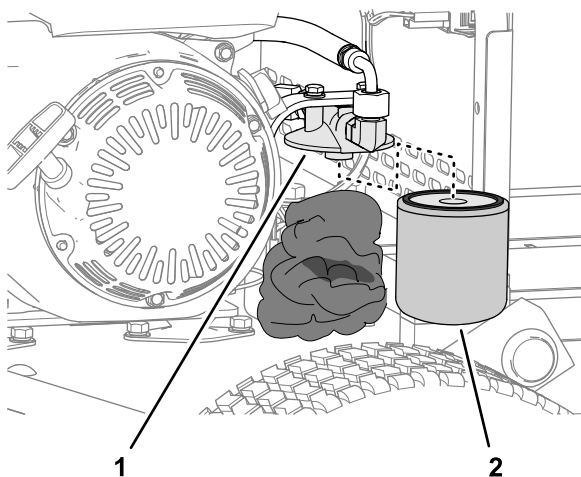

Figura 38
2. Amplasati lavete sub filtrul hidraulic (Figura 38).
3. Îndepărtați cu grijă filtrul hidraulic (Figura 38).
5. Montați filtrul pe capul filtrului (Figura 38) înurubându-l manual până când garnitura intră în contact cu capul filtrului, apoi strângeți filtrul cu încă $\frac{3}{4}$ de tură.